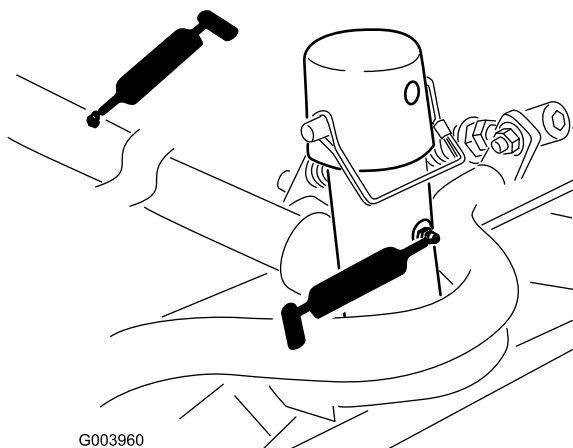

Рисунок 55
- Несущая рама и ось поворота режущего блока (по 2 шт.) (Рисунок 55)